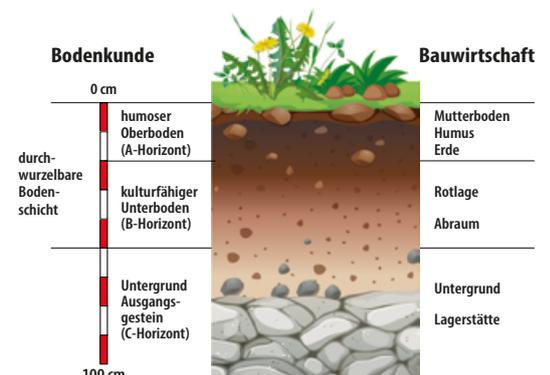

Abbildung 2: Aufbau von Bodenschichten aus Sicht der Bodenkunde und der Bauwirtschaft
- durchwurzelbare Bodenschichten (siehe Abbildung 2)